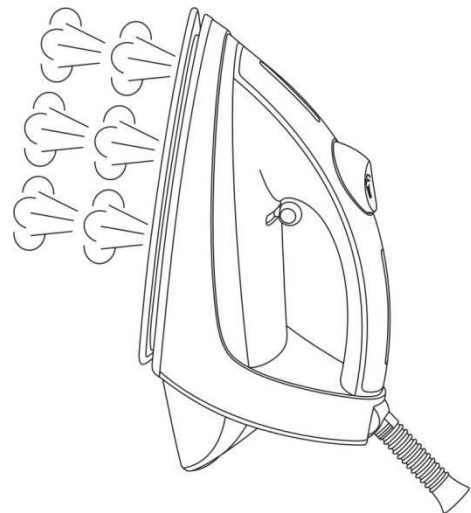

Рисунок 6
2. Тримайте праску у вертикальному положенні (рисунок 6) на відстані 15-30 сантиметрів від одягу.